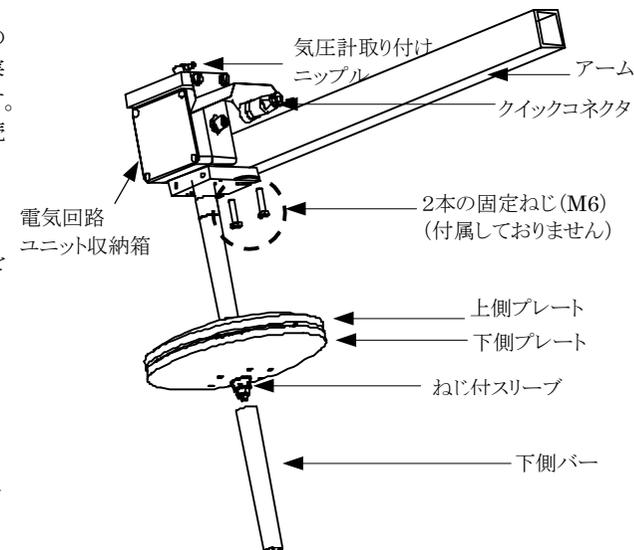

図1. SPH20 取り付け
- SPH20 をポールへ、2本の固定ねじ(M6)を用いて図1に示すように取付けます。
SPH20 の電源供給は、別添のクイックコネクタ経由で行います。電源線の接続はクイックコネクタのパッケージに入っている装着説明書に従ってください。接続は下図に示すようになっています。結線後、クイックコネクタを差し込みます(図1参照)。
1. ねじ付ニップルとガスケットを外します(図1)。
気圧計の測定孔とねじ付ニップル(図1)を内径 4 mmのチューブで接続して下さい。